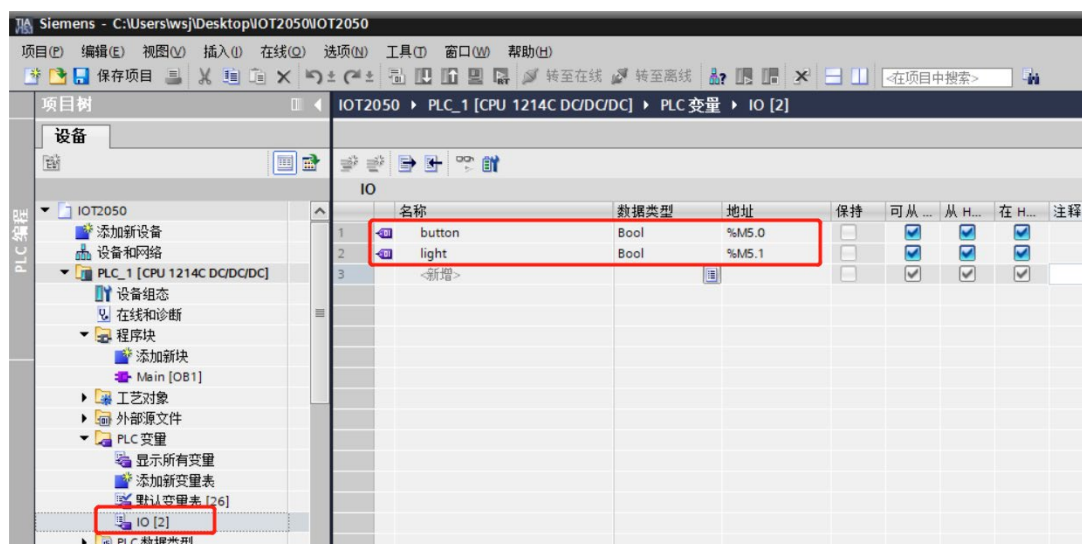

图1-23添加变量表
- (5) 点击“PLC变量-添加新的表变量”，命名为“IO”，变量表中添加 I/O 变量。如图 1-23 所示。